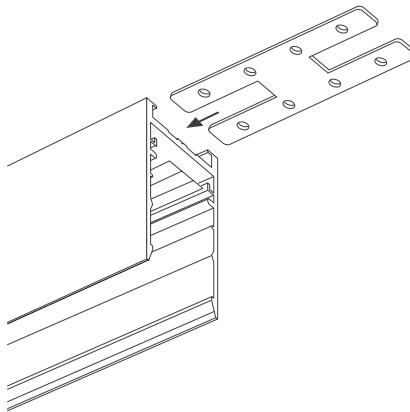

Рис. 4. Установка соединителей в пазы шинопровода
- 3.16. Установите в паз шинопровода коннектор прямой MAG-CON-25-UP арт. 033432 на половину его длины и закрепите установочными винтами из комплекта поставки [см. рисунок 4]. В случае ее наличия, предварительно снимите торцевую заглушку. Ответную часть коннектора установите в соответствующие пазы другого шинопровода и/или коннектора и закрепите установочными винтами.